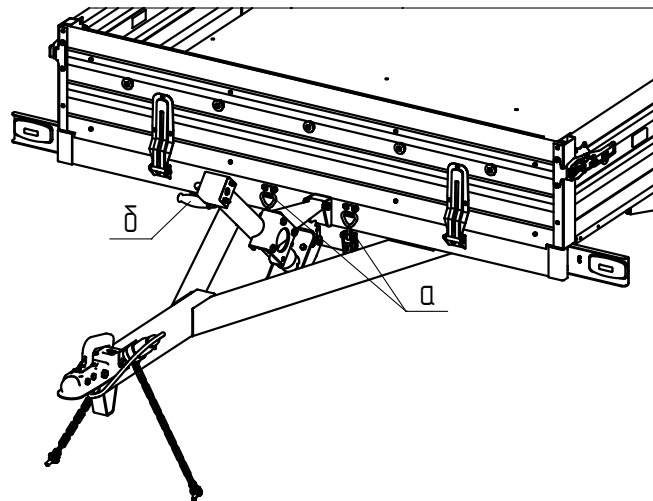

Рис.7
- Запрещается движение автопоезда с незафиксированными замками (Рис.7 а).
7.1 Разблокируйте платформу прицепа. Откройте замки (Рис.7 а).
7.2 Поднимайте платформу прицепа с помощью вращения ручки домкрата (Рис.7 б) до момента соприкосновения заднего фартука прицепа с поверхностью.